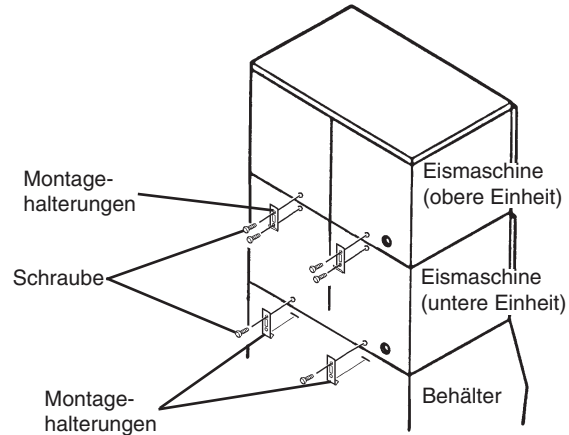

Abb. 4
5. STAPELN VON ZWEI EISBEREITERN - Siehe Abb. 4 und 5